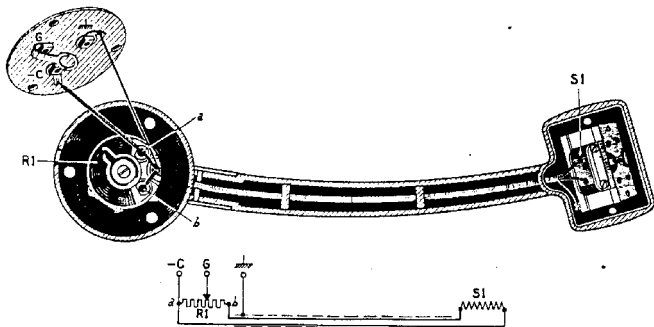
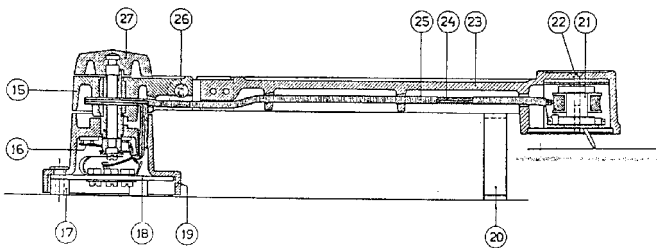

Fig. 6.
Fig. 12.
Deze gramfoonopnemer bestaat uit een phillite voet (fig. 12 pos. 19), waarin de potentiometer is gebouwd, een draaistuk (pos. 15), waaraan de arm (pos. 23) scharnierbaar is aangebracht, Pos. 21 het magneetsysteem en pos. 27 bedieningsknop voor de potentiometer.
De 2 schroeven (fig. 12 pos. 22) worden losgedraaid. De 2 verbindingen worden bij de aansluitpunten op het spoeltje S1 zie fig. 6 losgesoldeerd, terwijl de afschermendraad van een schroef aan het systeem wordt losgenomen. Bij het inbrengen van een nieuw systeem dient men speciale zorg te dragen dat de rubberschijf welke ten doel steit het systeem onwrikbaar vast in het huis op te sluiten, zoodanig wordt gelegd, dat de dekplaat volkomen recht op het huis komt te liggen en de sponning voor de pick-up naald precies overeenkomt met het ovale gat in de dekplaat. Bij latere series is een prespaan plaatje toegevoegd. Tegen het dekplaatje zijn twee stukjes prespaan geplakt om het magneetsysteem
Wordt bij het draaien aan de bedieningsknop een krakend geluid waargenomen dan kan dit veroorzaakt worden tengevolge van beschadiging aan het koolweerstandje R1 (fig. 6) en dient men het geheele phillite voetstuk te vervangen. Men vange aan met het uitboren der drie felsbussen waarmede het deksel tevens aansluitplaatje (fig. 12 pos. 18) in den voet wordt gehouden. Van dit deksel worden de verbindingen aan de lipjes der felsmoeren gemerkt met „aarde” en „c” losgesoldeerd. (Zie fig. 6). Daarna wordt het kiepveertje door een schroef met sluitring van de centrale schroef verwijderd. De ronde moer die hierop volgt wordt losgedraaid, waardoor men in staat is de bedieningsknop en het draaistuk af te nemen. De twee verbindingen komende van het systeem, worden van de aansluitpunten aan het koolweerstandje A en B op fig. 6 losgesoldeerd.
teekening van fig. 6 aangesloten, waarbij het daarondergeteekende prinsipschema mede van dienst kan zijn. Het dekplaatje wordt tenslotte met 3 felnaaljes code no. 25.983.730 aan het voetstuk vastgefeld.
Uit bovenstaand voorschrift volgt tevens op welke wijze men het sleepveertje (fig. 12 pos. 16) uit kan wisselen. Echter dient men er wel op te letten dat hiervoor dezelfde cylinderschroef wordt gebruikt daar het oog van het hieronderliggende contactveertje niet over een schroef met grotere kopdiameter zou passen. De contactpunten van het sleepveertje behoren zoodanig afgesteld te worden dat ze beide het weerstandje over den geheelen weg raken. Bij montage borgt men den cylinderschroef met borgverf.
Bij demontage dezer arm is het niet noodig den voet met draaistuk en bedieningsknop los te nemen. Alleen de verbindingen aan de zijde van het magneetsysteem worden losgeschroefd en het systeem zelve op de bekende wijze losgenomen. Het stelschroefje in het scharnierpennetje (fig. 12 pos. 26) wordt losgedraaid, waarna men dit pennetje kan uittikken.